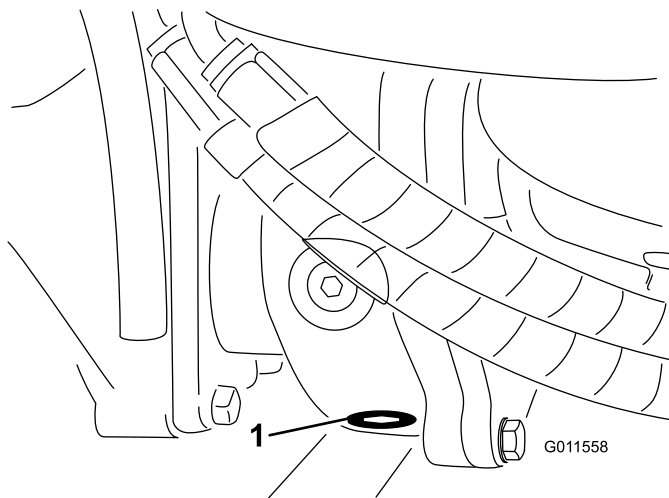

**Figure 62**
2. Nettoyez la surface autour des 3 bouchons de vidange, 1 à chaque extrémité et 1 au centre (Figure 62).